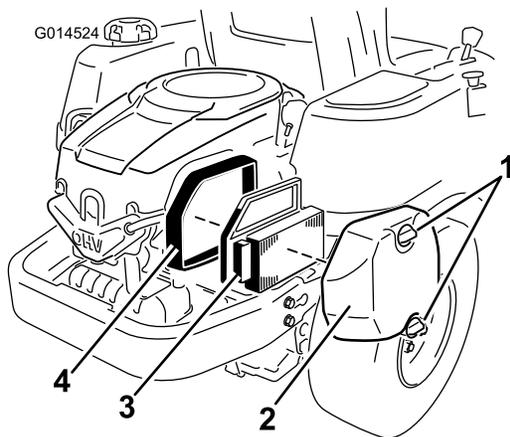

Figura 28
1. Remova a cobertura do filtro de ar (Figura 28).
2. Remova o elemento filtro de ar com o vedante de borracha completo (Figura 28).
5. Instale o elemento do filtro de ar com o lado dobrado “para fora” e assente o vedante de borracha nas extremidades da base do filtro de ar (Figura 28).
6. Volte a colocar a cobertura do filtro de ar e fixe-a com os dois manípulos (Figura 28).